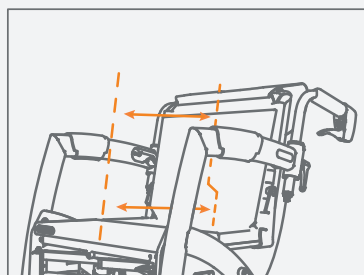

Abbildung 46: Untere zwei Gurte lockerer.
- d. In den meisten Fällen werden die unteren Bänder lockerer eingestellt als die beiden oberen Bänder **(Abbildung 46)**. Befestigen Sie das Klettband so, dass das Becken des Benutzers richtig aufrecht steht und die Rückenlehne den Rücken gut unterstützt.